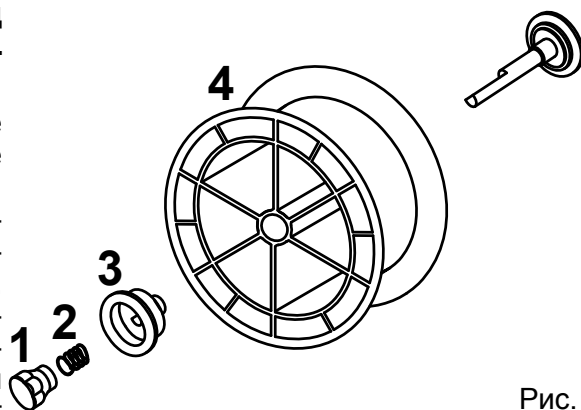
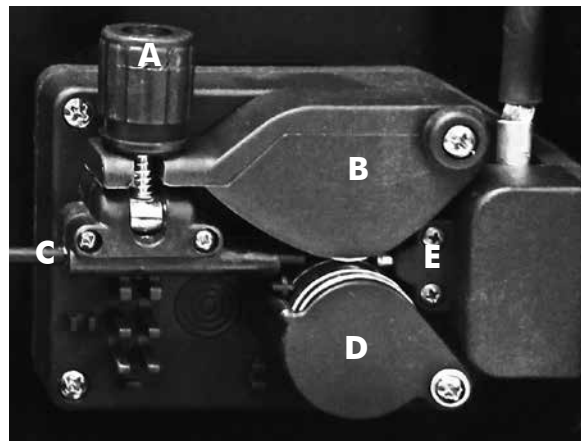

Рис. 4
Рис. 5
- Подсоедините горелку MIG к креплению (9) генератора, стараясь не повредить контакты, затем закрутите запорное кольцо горелки.
- Откройте боковую панель отверстия катушки. Отвинтите гайку (1) разматывателя (барabanный тормоз) и удалите пружину (2) и внешнее кольцо (3) (рис. 4).
- Снимите пластмассовую оболочку катушки (4) и вставьте её в разматыватель. Снова установите внешнее кольцо (3), пружину (2) и пластмассовую стопорную гайку (1), вместе составляющие систему замедления скорости катушки. ПРИМЕЧАНИЕ. Не слишком затягивайте гайку - излишняя затяжка увеличивает усилие двигателя, который тянет проволоку, тогда как слабое усилие не позволяет катушке по окончании сварки немедленно остановиться.
- Ослабьте и опустите пластмассовую рукоятку (А) и поднимите прижимной рычаг проволоки (В) (рис. 5). Удалите возможные остатки проволоки из кожуха проволоковода.
- Выпустите проволоку с катушки и с помощью двух зажимов прочно удерживайте так, чтобы она не могла развернуться. При необходимости распрямите конец проволоки перед тем, как вставить его во входную направляющую (С). Вставьте туда проволоку, пропустив её под нижними роликами (D) и вставив в кожух проволоковода.